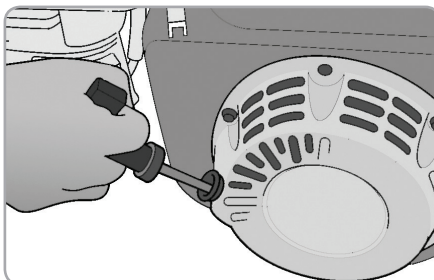

Fig.16
- Trageți ușor de mânerul demarorului până simțiți o rezistență apoi trageți rapid (fig.16);